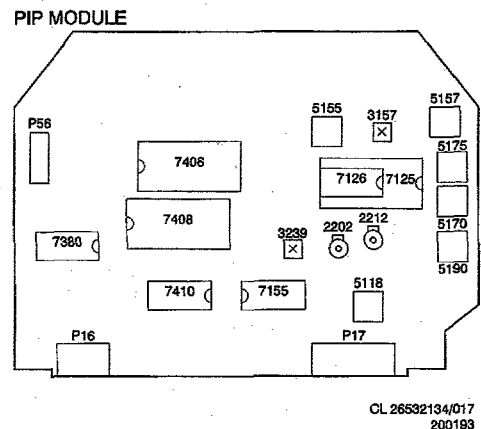

Fig. 7.5
3. Réglages électriques de la carte PIP (image dans l'image) (Fig. 7.5)